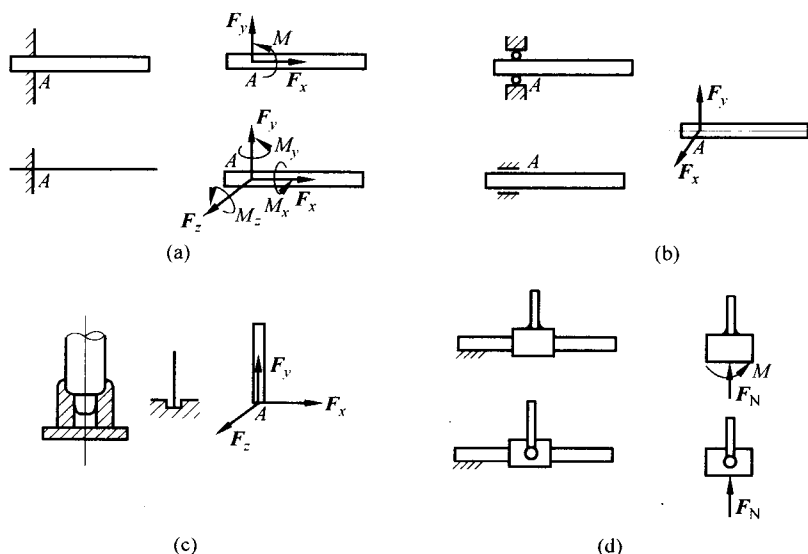

图 1-9 几种常见的约束及其约束力
(1) 固定端 又称插入端,可以将物体的端部完全固定,房屋建筑中的阳台砌入墙体就可简化为固定端约束。在这种约束下,物体不能左右、上下移动,也不能绕固定点转动,因此约束力有三个分量:分力 F_x, F_y 及力偶 M 。如果物体受空间力系的作用,由于固定端约束,物体既不能沿三坐标轴移动,也不能绕三坐标轴转动;约束力有六个分量: $F_x, F_y, F_z, M_x, M_y, M_z$ 。图 1-9(a)给出了固定端约束的结构、简图及约束力。在主教材第 2、3 章中,从分布力系简化的角度得到同样的结论。
(2) 向心轴承 轴安装到轴承上时,可以绕轴心自由旋转,运动不受限制,由于轴承的厚度远小于轴的长度,故可以简化为一光滑圆环;因而轴承不能限制轴沿轴心方向的移动及绕任一直径方向的转动,只能限制轴沿直径方向的移动。据此,轴承的约束反力可用轴承平面中的两个垂直分量 F_x, F_y 表示(图 1-9(b))。(实际的轴承结构也限制轴的轴向移动及绕径向的转动,但能提供的限制力很小。为防止轴承破坏,设计时必须使这些方向的载荷极小,这也是前述简化的根据。)
(3) 止推轴承 在向心轴承的基础上添加轴向约束,以使轴能承受轴向负载。其约束力有三个分量 F_x, F_y, F_z (图 1-9(c))。
(4) 滑块与导轨 滑块(上面可以固结构件)可在光滑的导轨上自由滑动而不受限制,但不能作垂直导轨的移动,也不能转动。在平面力系作用下,导轨对滑块的约束力有两个分量:法向反力 F_N 及力偶 M (图 1-9(d))。但在更多的情况下,滑块与构件通过光滑铰链连接,这时导轨对滑块的约束力将只有法向力 F_N ,且通过铰链中心。因为这时构件给滑块的主动力通过铰链中心,滑块没有转动趋势,导轨自然也不会给出阻碍转动的反力偶(图 1-9(d))。